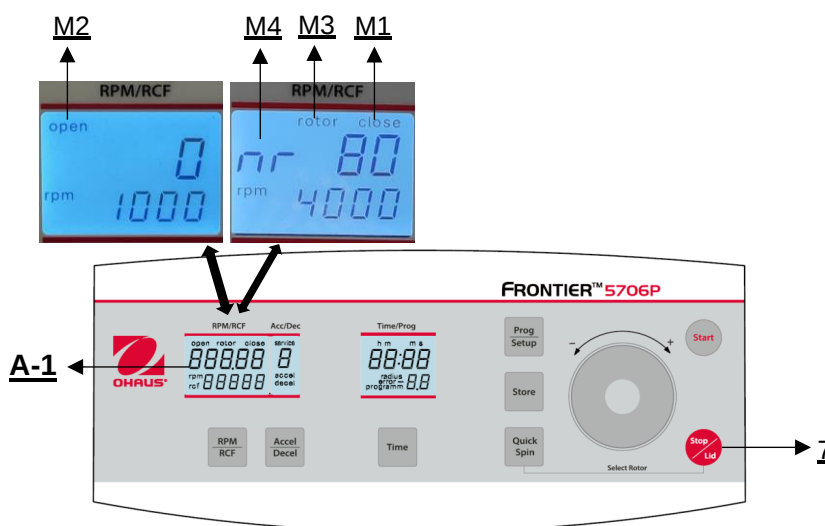

Figura 16
Dopo la corsa, quando il coperchio della centrifuga rimane chiuso, la parola **"close"** (M1) continua a comparire sul display **"RPM | RCF"** (A-1). Allo stesso tempo, sul display (M4) viene visualizzato l'ID del rotore attuale, ad esempio **"nr 80"**. Non appena si sblocca il coperchio premendo il tasto **"Stop | Lid"** (7), appare la scritta **"open"** (M2). Ora è possibile aprire il coperchio della centrifuga. Fare riferimento alla **Figura 16** qui sotto.
Fare riferimento alla **Figura 16** qui sotto.